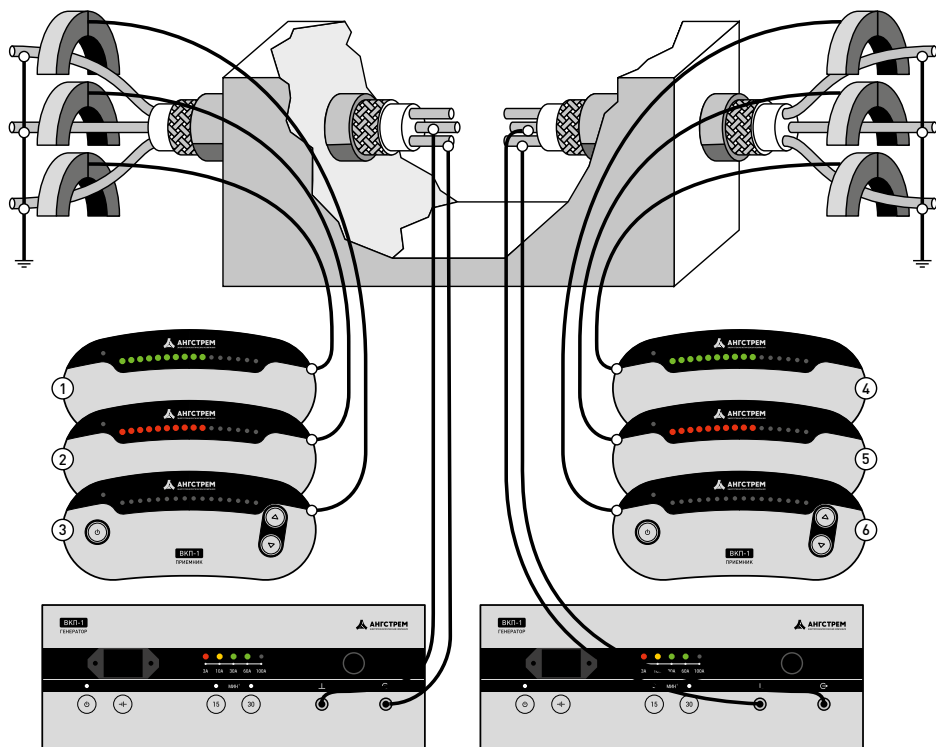

Рисунок 7
- При проведении фазировки жил кабелей с ПБИ имеющих общую металлическую оболочку подключение генератора должно осуществляться между двумя жилами в соответствии с Рис. 7. Искомая жила даст засветку индикатора приемника такого же цвета как при его настройке в месте подключения генератора — п. 5.3.1. паспорта ВКП-П.